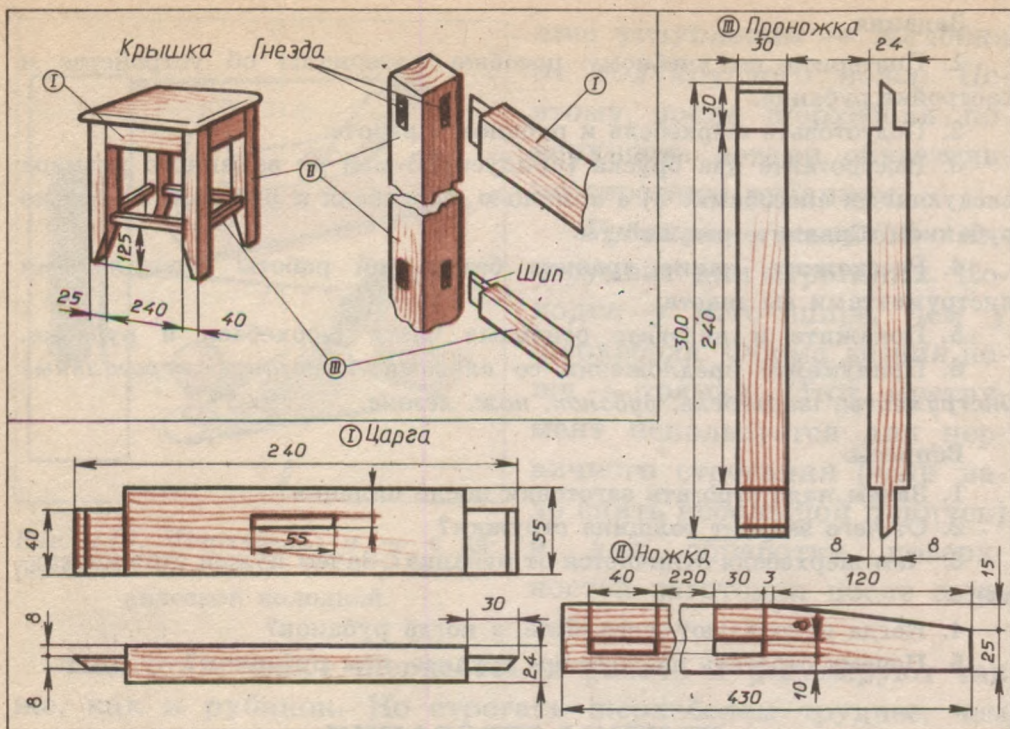
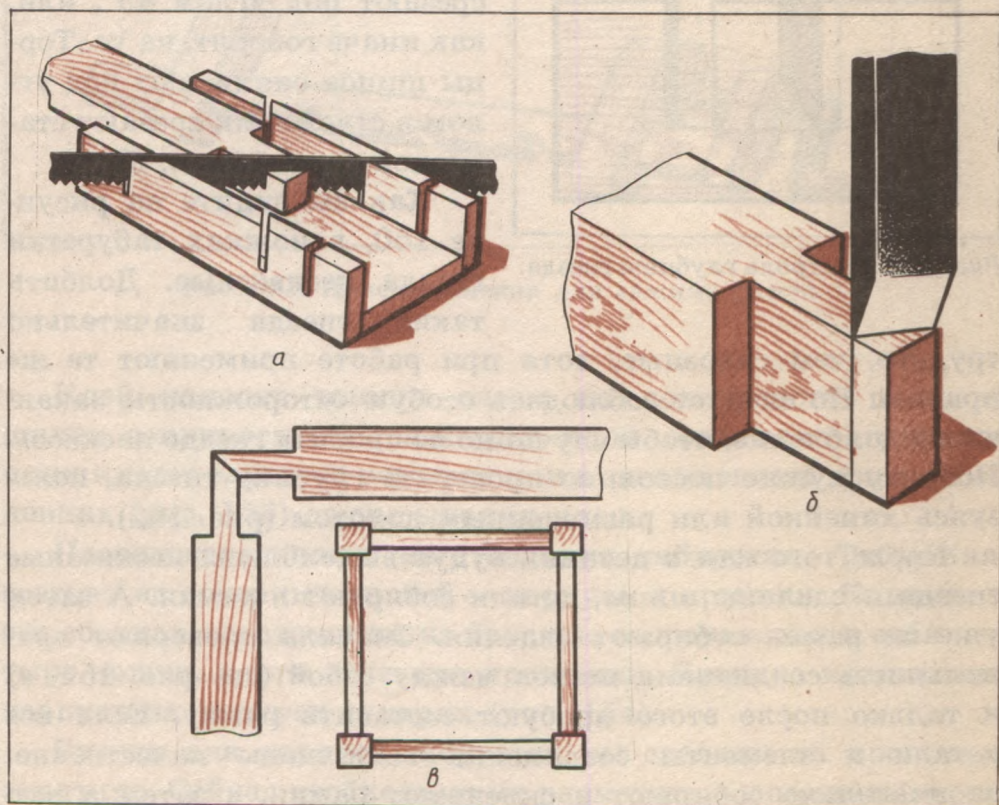

Рис. 150. Табуретка и ее детали.
Рис. 151. Срезание шипов на ус: *а* — пиление в стуле; *б* — срезание стамеской; *в* — соединение шипов в гнездах ножки.
1. Выстрогайте бруски для табуретки (см. рис. 150) по заданным размерам.
После того как в деталях будут выдолблены несквозные гнезда и сделаны шипы, детали собирают в рамки. А затем уже из рамок собирают изделия. Сначала проверяют правильность соединения шипов между собой (см. рис. 151, в) и только после этого пробуют составить рамку. Если все детали и элементы соединения выполнены качественно, окончательно собирают и склеивают рамки, а затем и всю конструкцию.
решке (рис. 150) к каждой ножке под углом присоединяют две царги и две проножки. Гнезда в ножках долбят не насквозь, а так, чтобы внутри они были соединены между собой под прямым углом; то есть стенка одного гнезда является дном другого, и наоборот. А чтобы концы шипов царг, например, плотно соединялись в гнезде, их срезают под углом  $45^\circ$ , или, как иначе говорят, на ус. Торцы шипов спиливают под углом в стусле или срезают стамеской (рис. 151, а, б).
5. Спилить или срезать торцы шипов на ус (см. рис. 151).